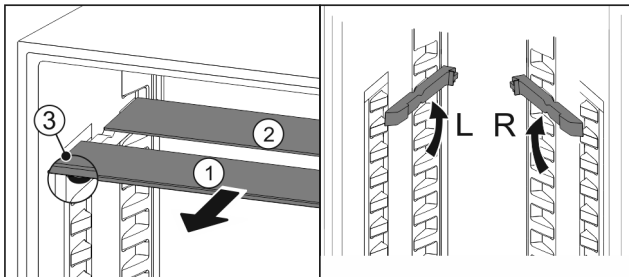

Fig. 27
- Glasplatten einzeln nach vorne herausziehen Fig. 27 (1).
- ▷ Glasplatte Fig. 27 (1) mit Zierleiste liegt vorne.
- ▷ Stopps Fig. 27 (3) zeigen nach unten.